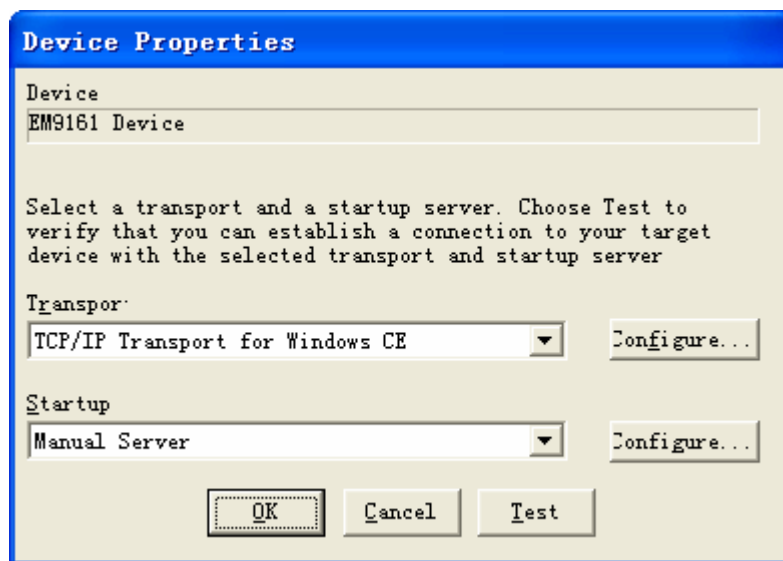

图 3-18 选择要修改的属性
5、在 Device Properties 对话框的 Transport 中选择 **TCP/IP Transport for Windows CE**, 在 Startup 中选择 **Manual Server**, 然后选择 Transport 右边的 **Configure...**, 如图 3-18。